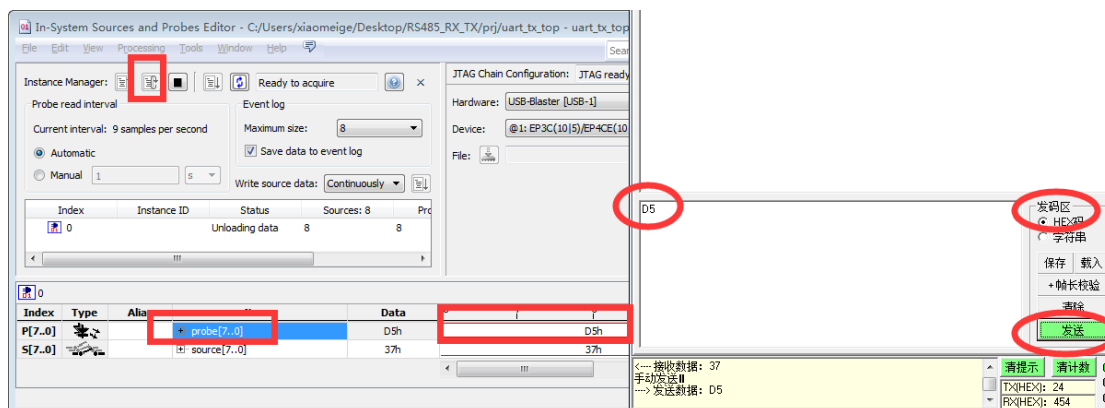

图 8 FPGA 接收 RS485 数据
7. 选中 In-System Sources and Probes 中的 probe，然后点击持续读取按钮，在串口猎人中输入一个字节的数据并点击发送，则可以看到 In-System Sources and Probes 中的 probe 数据立即更新为了接收到的新数据，如图 8 所示。